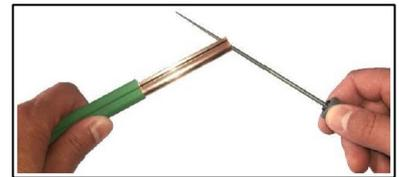

図 31: 丸やすりによる内側バリ取り
- 丸やすり RF による導体内側輪郭のバリ取り(図 31 参照)。